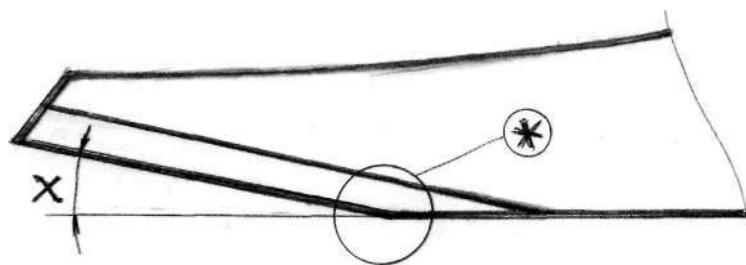
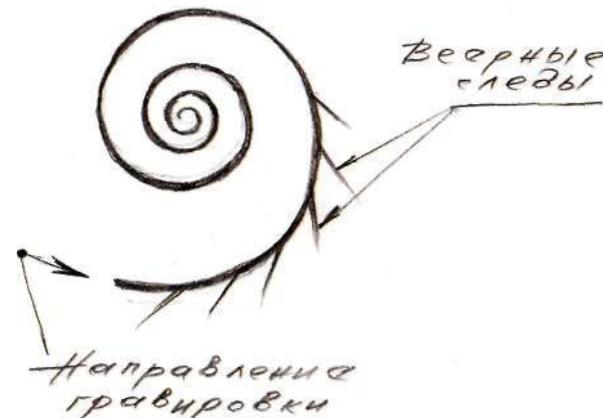

Рис. 1.44. Граверный резец
Рис. 1.45. Элемент английской спирали
Нижняя кромка резца должна быть относительно короткой. Длинная и пологая кромка (зона (\*) рис. 1.44) задирает стружку по контуру отгравированной линии и оставляет «веерные» следы на радиусных участках гравировки (рис. 1.45). Надо увеличить угол ее наклона (X) (см. рис. 1.44), переточив полностью резец, или, в крайнем случае, укоротить вручную на заточном камне длину нижней режущей кромки резца. Увеличивая